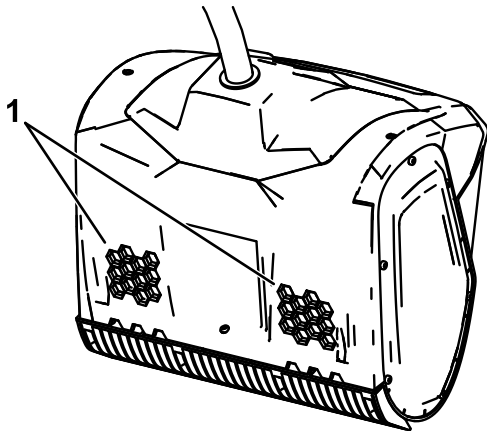

Figura 10
1. Compruebe que los orificios de ventilación de la parte trasera de la máquina están libres de nieve o hielo (Figura 10).